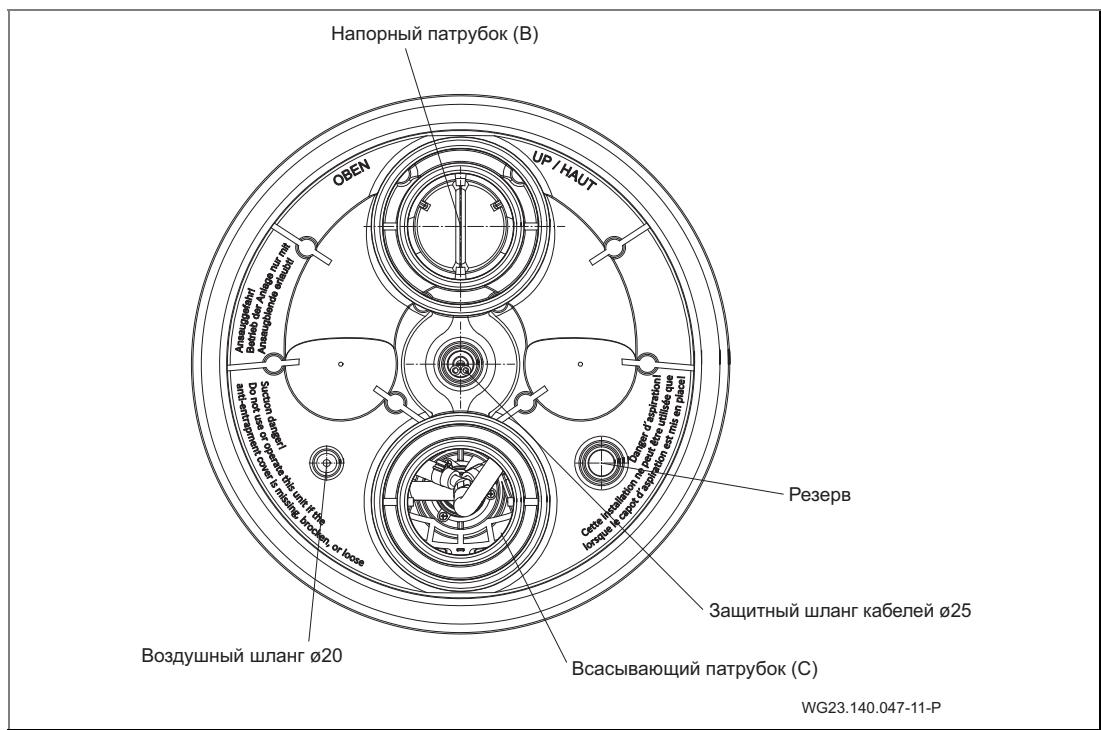

Рис. 15
1. Вклепить защитный шланг кабелей и наружный воздушный шланг. (Рис. 15)